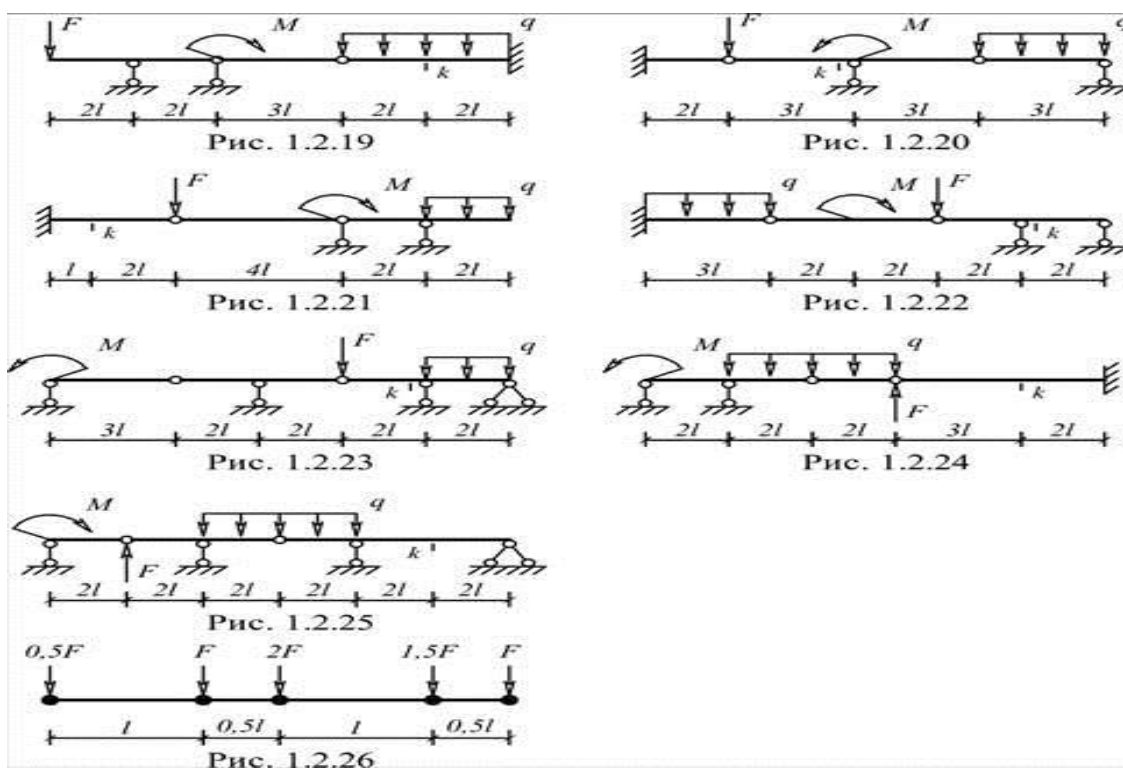

Рис. 1.1
**ЗАДАНИЕ 1.1.** Для одной из многопролетных балок, изображенных на рис. 1.1 (схемы 1.2.1. ÷1.2.25) требуется: